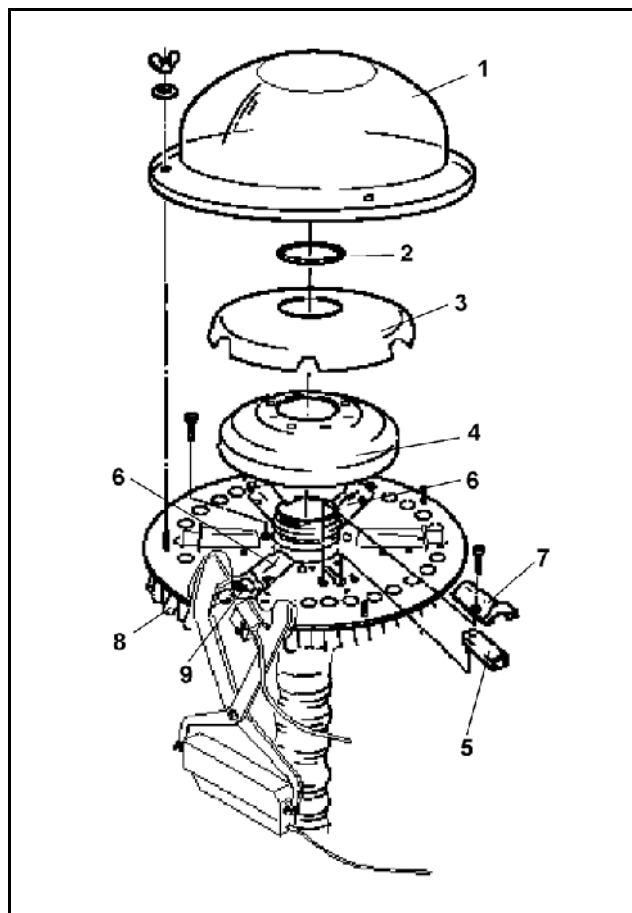

Fig. 70
Bei Lieferung der Maschine ist die Fahrgassenschaltung auf die Spurweite Ihres Pflugegetraktors eingestellt. Sollte es, z.B. durch Neuanschaffung eines Pflugegetraktors erforderlich werden die Fahrgassenschaltung auf die Spurweite des neuen Traktors einzustellen, sind die Saatleitungsrohre (Fig. 70/8) am Verteilerkopf untereinander auszutauschen. Dabei ist zu beachten, dass die Fahrgassenschare an den Ausläufen befestigt werden, die durch die Schieber (Fig. 70/9) geschlossen werden können.
- Verteileraußenhaube (Fig. 70/1)
- O-Ring (Fig. 70/2)
- Verteilerinnenhaube (Fig. 70/3) und Schaumstoffeinsatz (Fig. 70/4) demontieren.
Montiert werden können bis zu 6 Schieber. Jeweils zwei Schieber (Fig. 70/6) sollten auf der Grundplatte gegenüber montiert werden. Zur Montage bzw. Demontage eines Schiebers (Fig. 70/5) ist der Schiebertunnel (Fig. 70/7) zu entfernen.
Nicht benötigte Schieber (Fig. 70/5) sind einfach umgedreht in die Bohrungen zu stecken (Parkstellung).